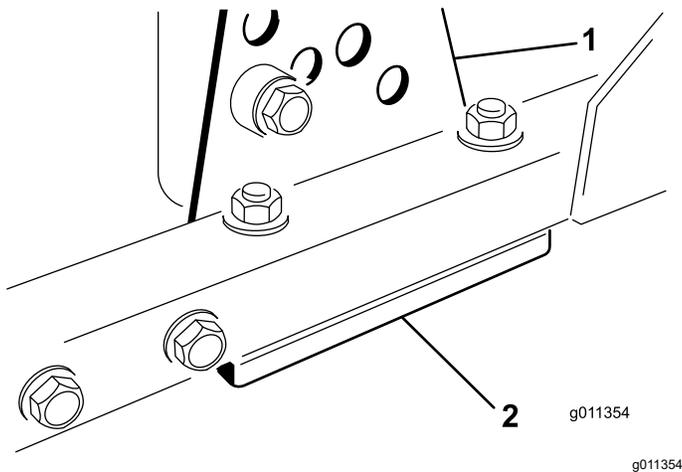

Figura 82
1. Togliete la staffa dell'altezza di taglio (anteriore, sinistra o destra) dal telaio dell'apparato di taglio (Figura 82).
2. Regolate gli spessori da 1,5 mm e/o gli spessori da 0,7 mm tra il telaio dell'apparato di taglio e la staffa per ottenere l'impostazione dell'altezza desiderata (Figura 82).